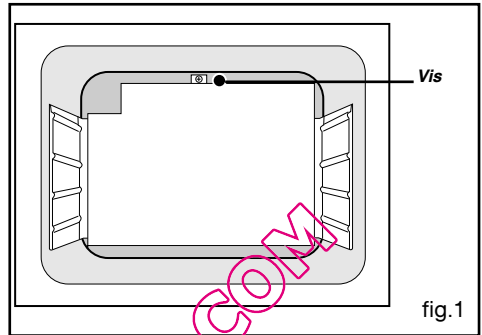

fig.1
- Dévissez la vis maintenant la paroi arrière de la cavité du four et retirez cette paroi (Fig.1).